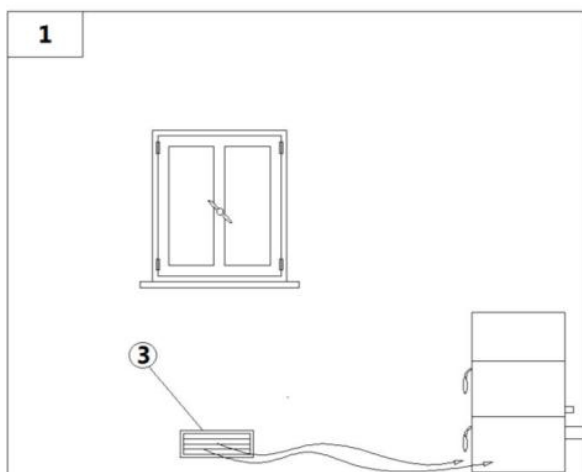
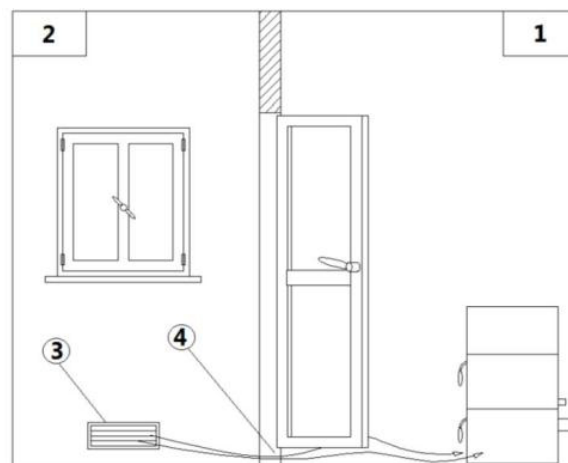

Fig. 7 - Directe luchttoevoer
Fig. 8 - Indirecte luchttoevoer
LEGENDA Fig. 7 op pag. 42 Fig. 8 op pag. 42
- De luchttoevoer tussen de buitenlucht en het vertrek kan zowel direct plaatsvinden, via een opening in de buitenmuur van het vertrek (zie Fig. 7 op pag. 42), danwel indirect, via opname van de lucht uit vertrekken die aan het te ventileren vertrek grenzen (zie Fig. 8 op pag. 42).